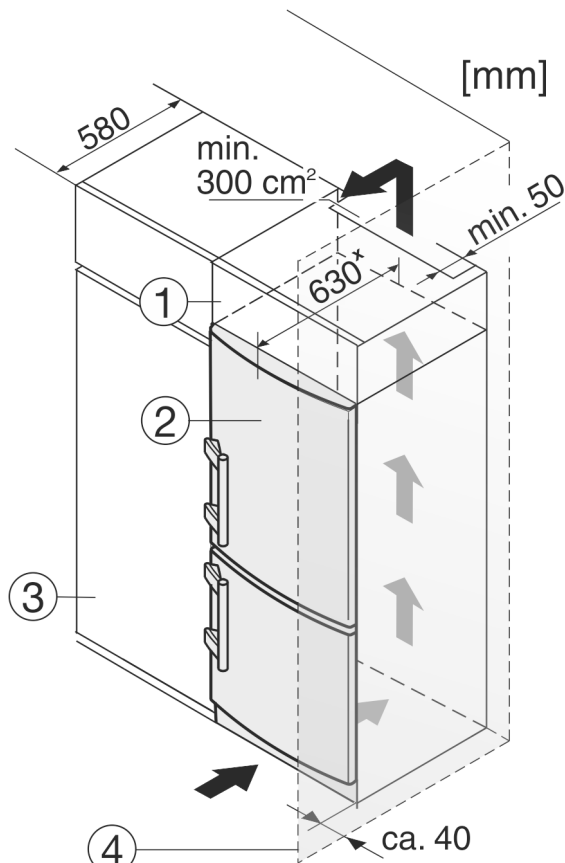

Fig. 13
(2) Устройство
(4) Стенка
Устройство может быть окружено предметами кухонной обстановки. Чтобы уравнять устройство *Fig. 13 (2)* по высоте с кухонной стенкой, можно установить над устройством соответствующий дополнительный шкафчик *Fig. 13 (1)*.
При комбинировании с кухонными шкафами (глубина макс. 580 мм) устройство можно установить непосредственно рядом с кухонным шкафом *Fig. 13 (3)*. Устройство выступает сбоку на 34 мм* и по центру на 50 мм* относительно передней стенки кухонного шкафа.
Если устройство установлено на шарнирах у стены *Fig. 13 (4)*, то расстояние между устройством и стеной должно быть не менее 40 мм. Настолько выступает ручка при открытой дверце.